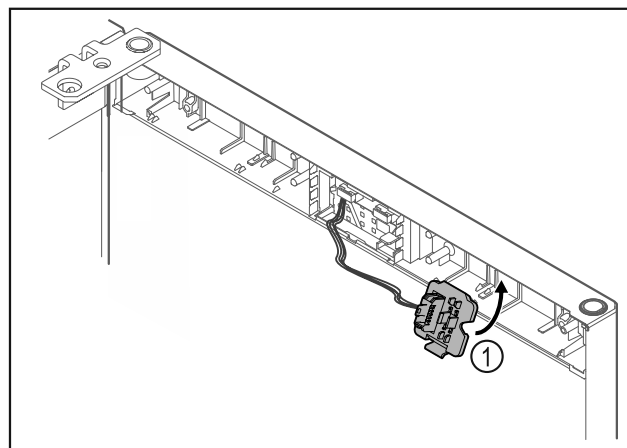

Fig. 24
- Zaistite držiak zástrčky Fig. 24 (1) na opačnej strane.